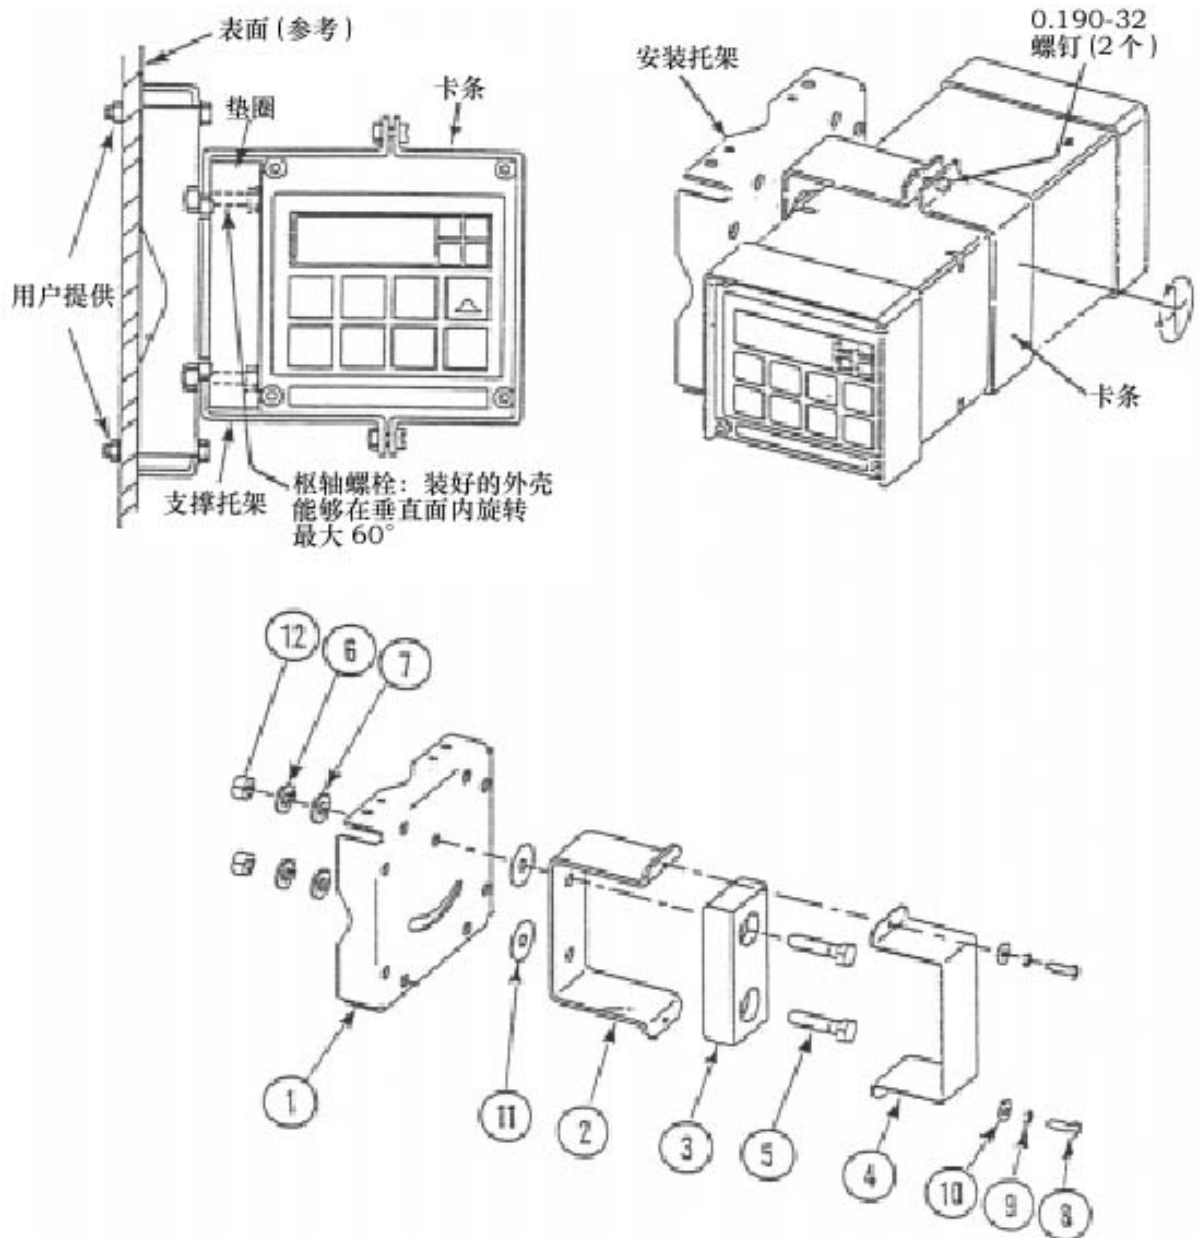

图 6 现场外壳 - 固定安装
- 2、参见图 6，用安装托架作模板在安装表面钻 4 个孔。注意安装托架中的孔径是 8.74 mm (0.344")。此时不要把安装托架连到表面上。